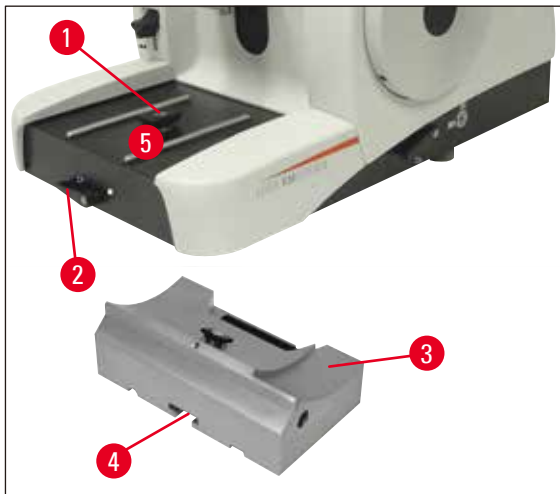

图 12
- 松开切片底座前端的锁杆，并将带刀架的刀架底座滑动到样品前面几乎挨着的位置。有关其它信息，请参见 (→ 第 23 页 - 图 12) 或 (→ 第 40 页 - 图 30)。